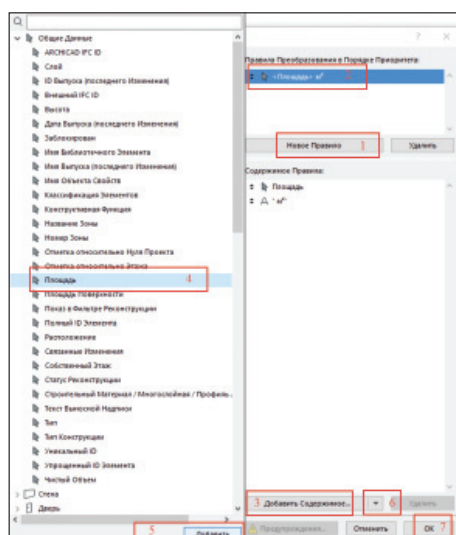
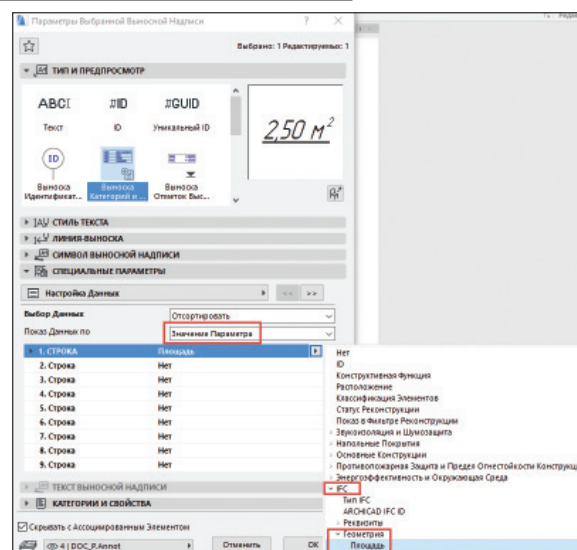

Рис. 12. Создание нового правила для параметра IFC
Рис. 13. Выбор параметра IFC для выносной надписи
Нужный параметр создан. Далее ему нужно присвоить правило, по которому он будет вычисляться. Для этого в том же окне (рис. 12) создал *Новое правило* по одноименной кнопке (1), выбрал его (2) и нажал кнопку *Добавить содержимое* (3). Выбрал из предлагаемых параметров *Площадь* (4) и нажал кнопку *Добавить* (5). Параметр *Площадь* добавился в правило. Теперь, чтобы на плане значение
площади отображалось вместе с единицами измерения, добавил *Статичный текст*, используя выпадающий список (6) и прописал "м²" со знаком пробела впереди; символ квадрата скопировал и вставил из MS Word. В итоге получилось правило (2), которое можно увидеть на рис. 12. Нажимаем кнопку *OK* (7), тем самым назначая параметр *Площадь* всем элементам (*IfcElement*) в этой схеме IFC. Самое "сложное" позади. Теперь открываем инструмент *Выносная надпись* и указываем нужное нам *Перекрытие* с теми настройками, что были у нас раньше, ничего не перенастраивая. Сделать это необходимо, так как добавление свойств IFC возможно только при связи выноски с конструктивным элементом. Нужная нам информация не появилась, но теперь мы можем выбрать эту выносную надпись и корректно настроить ее параметры (рис. 13).